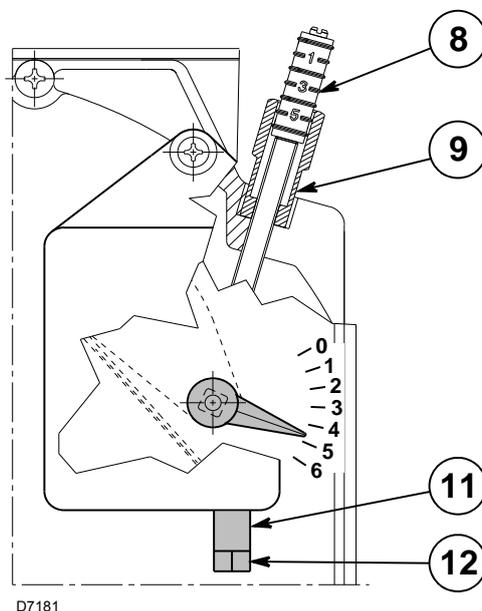

Fig. 15
O primeiro arranque deve sempre ser realizado agindo-se no parafuso 12)(Fig. 15), de modo que o índice da posição da comporta de ar de 1º estágio seja superior à marca 1 (calibragem de fábrica da marca 1).
- Afrouxe a porca 9) e aja no parafuso 8)(Fig. 15) para regular o caudal de ar de 2º estágio (consulte os valores de CO₂ mostrados na Tab. S).
- Regule o 1º estágio agindo no parafuso 12) após ter afrouxado (*sentido horário*) a porca 11)(Fig. 15), consultando a tabela abaixo para obter os valores de CO₂.
- Uma vez alcançada a regulação ideal, bloqueie (*sentido anti-horário*) a porca 11)(Fig. 15). Na parada do queimador, a comporta de ar, por efeito do seu peso, fecha-se automaticamente, até uma depressão máxima na chaminé de 0,5 mbar.